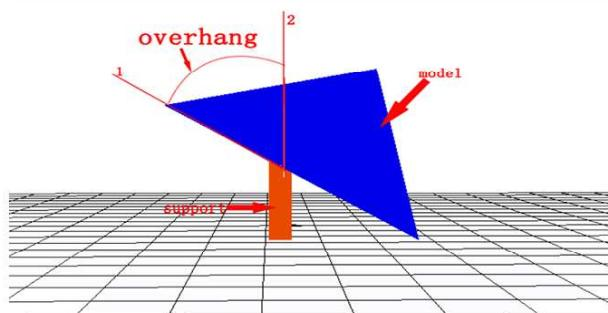

图 21
2. 需支撑的悬垂角度（度）：取值 $0^\circ - 90^\circ$, 当支撑垂直方向与模型接触面的夹角 (overhang, 如图 21) 大于此取值时，切片软件会自动增加支撑结构防止这些部位因为重力的原因在打印过程中掉落。该夹角的大小会影响支撑结构的数量，值越小需要支撑的部位就越多，在某些复杂模型中支撑太多会很难去除。该项默认设置为 60° ，当打印经验较丰富时可自行更改。